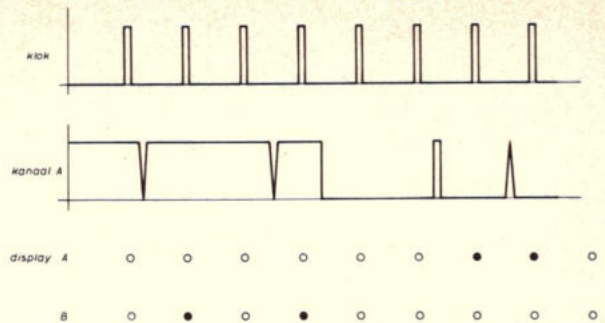

Fig. 18. Weergave in de stand „spike A”.
**4. „spike A”.** Nu worden, door de displays, impulsen weergegeven die plaatsvinden tussen de klokimpulsen. Fig. 18 laat in zo'n geval het display zien: Positieve impulsen komen in het A-kanaal terecht, negatieve in het B-